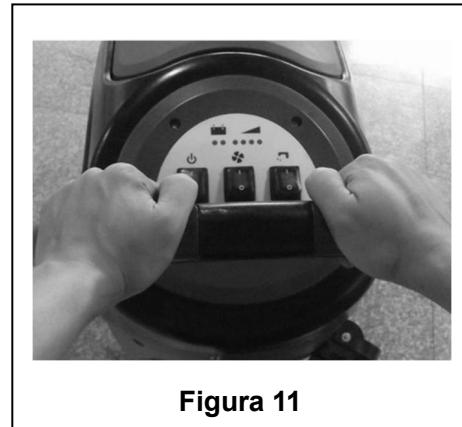

Figura 11
Una delle caratteristiche dell'apparecchio è l'installazione di due interruttori di sicurezza su entrambi i lati del manubrio. Ogni interruttore è in grado di controllare il funzionamento della spazzola in modo indipendente. Durante l'uso, ciò facilita il controllo del funzionamento dell'apparecchio. Per esperienza, il metodo per spostare la macchina mostrato a destra nella Figura 11 è il più efficace, l'utente si sente più a proprio agio con le mani e si riduce l'affaticamento. Gli utenti sono pertanto invitati a utilizzare questa modalità.
2. Tenere premuto l'interruttore di sicurezza (1) (nel modo illustrato nella Figura 11), spingere per muovere l'apparecchio e iniziare il lavoro di pulitura.
**Per evitare di danneggiare il pavimento, quando l'apparecchio sta fermo in un luogo senza muoversi, si prega di spegnere l'interruttore di alimentazione (41).**
5. È solo quando la luce verde (38) è accesa in modalità fissa che l'alimentazione della batteria è sufficiente per il normale funzionamento dell'apparecchio.
**Quando tutte e quattro le luci verdi (38) sono accese, significa che la batteria è completamente carica. Quando solo l'ultima luce verde (38) è accesa e comincia a lampeggiare, significa che occorre ricaricare la batteria, perché l'apparecchio si spegnerà automaticamente in pochi minuti. Dopo che l'ultima luce verde (38) si è spenta, e la luce gialla e rossa (39 e 40) cominciano a lampeggiare, l'apparecchio si fermerà automaticamente entro pochi secondi. (Far riferimento ai passi relativi nella sezione della manutenzione).**